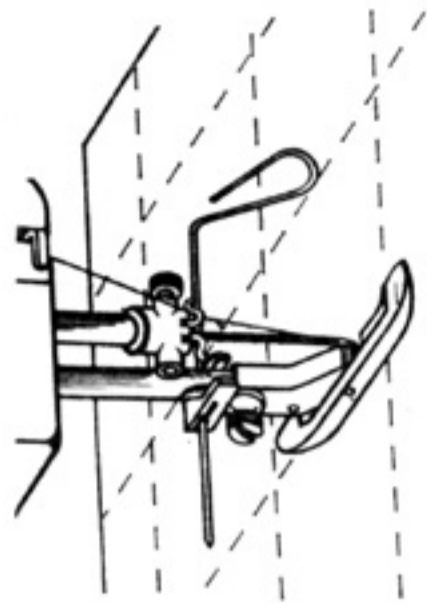

Рис. 64
42. Прошивание ватной подкладки (рис. 64)